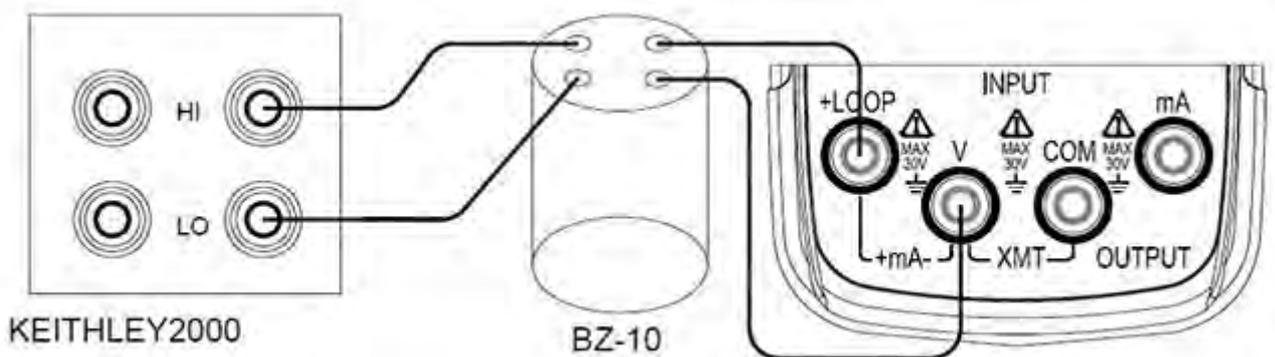

Abbildung 7-2
- ↪ 3. Schließen Sie den EC mAV 2 an die Geräte wie in Abbildung 7-2 gezeigt an: